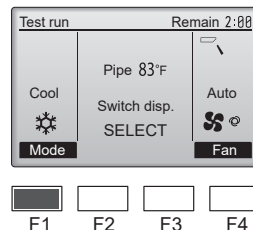

Fig. 7-5
(1) Pulse el botón [F1] para recorrer los modos de funcionamiento, siguiendo el orden de "Cool" (Frio) y "Heat" (Calor). (Fig. 7-5)